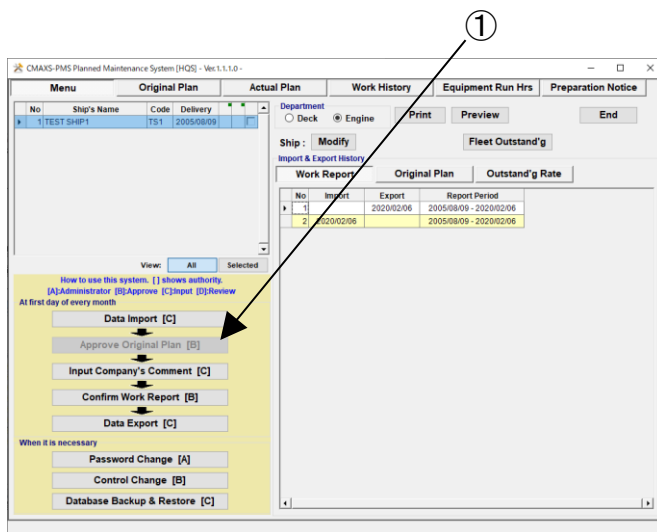

図 6-1 Menu 画面
- ① “Menu” 画面(図 6-1)で[Approve Original Plan]を選択してください。